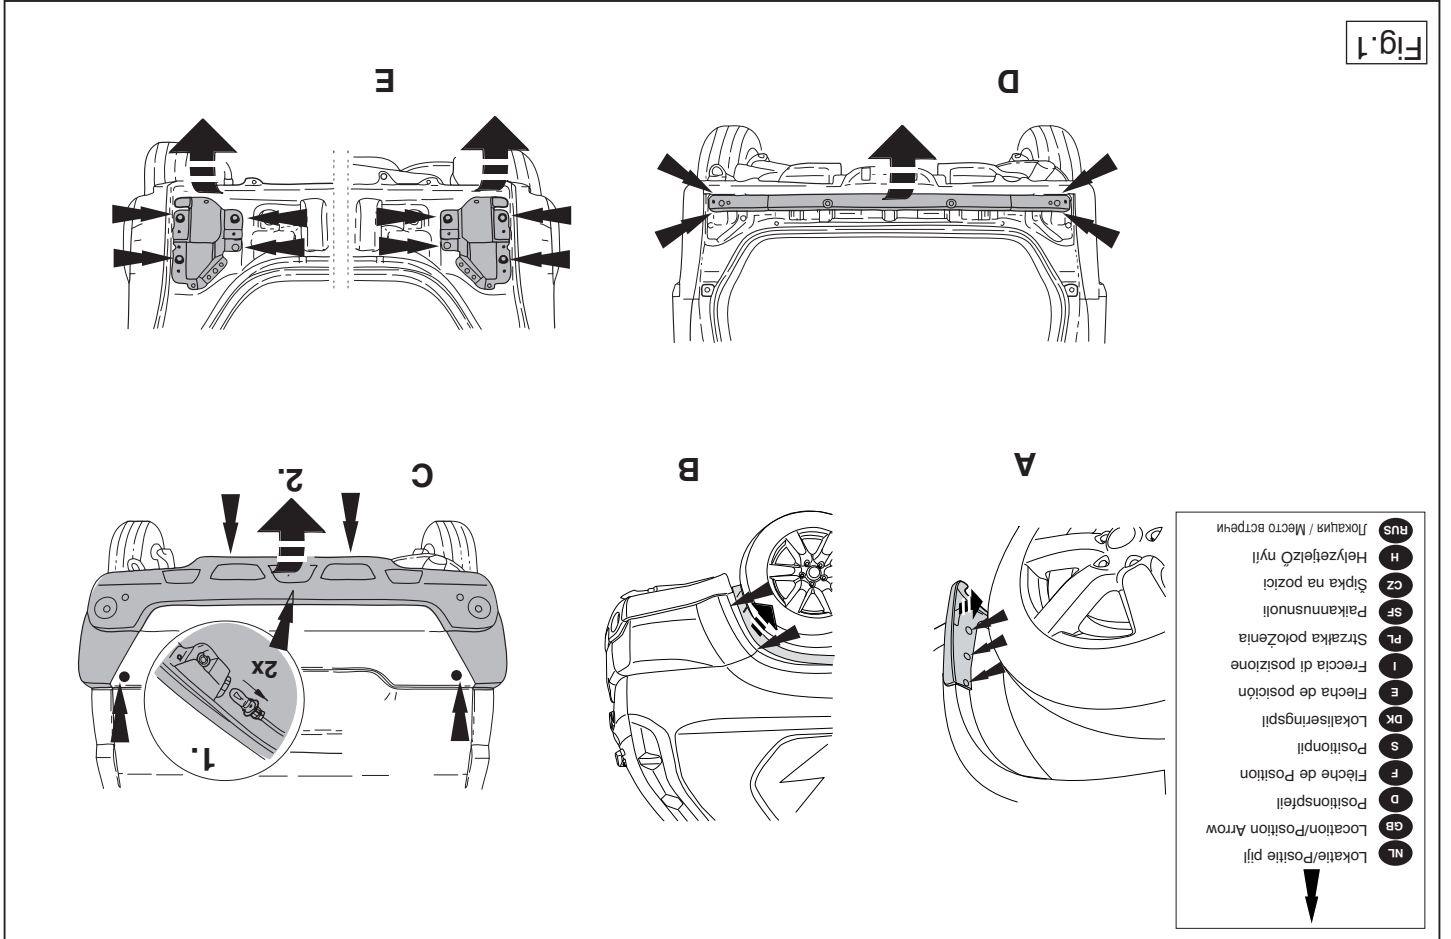

Fig.1
1. Remove the bumper and the steel buffer beam from the vehicle. See figure 1.
1. Die Stoßstange einschließlich des stählernen Stoßbalkens vom Fahrzeug abmontieren Siehe Abbildung 1.
1. Déposer le pare-chocs du véhicule y compris la traverse en acier. Voir la figure 1.
1. Demonter kofangeren, inklusive køretøjets stålstødbjælke. Se fig. 1.